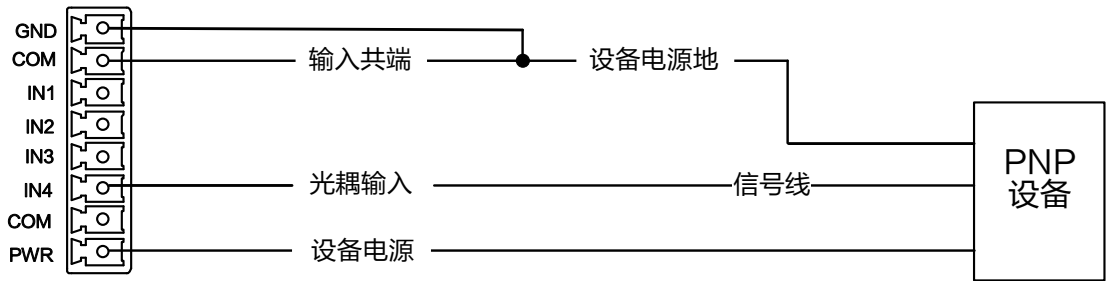

图4-10 输入信号接 PNP 设备（方式 2）
- 外部设备可通过光源控制器的 PWR、GND 接口进行供电，供电电压为 24V，最大输出电流为 150mA，接线图请参见图4-10 所示。